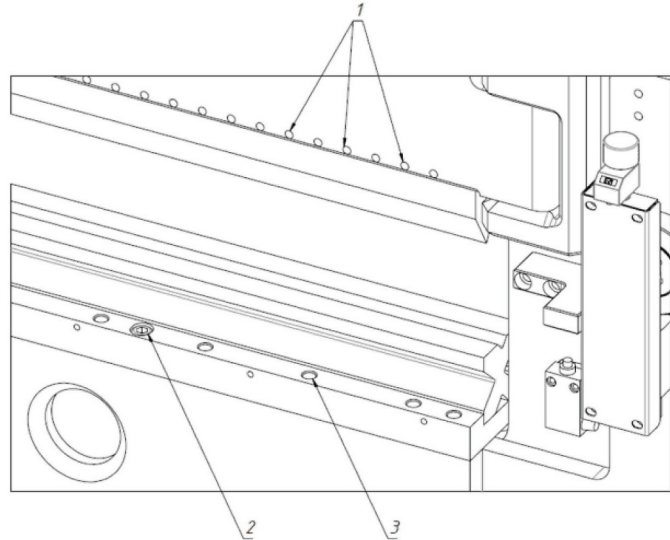

Fig. 20 : Remplacement des matrices et des poinçons
Étape 2 : Placez la poignée du poinçon dans le siège de la poutre supérieure de la presse et la matrice dans le canal de la poutre inférieure. Fixez ces deux pièces à l'aide de vis (Fig.20).
Étape 11 : Si, après le pliage, on constate que la feuille présente des angles différents sur sa longueur, la table doit être ajustée et la matrice doit être réglée parallèlement au poinçon. Pour ce faire, il faut desserrer les vis de fixation (Fig. 20, point 2) et ajuster les vis de positionnement (Fig. 20, point 3). Après avoir réglé le parallélisme, les vis de fixation (Fig. 20, Pos. 2) sont resserrées et un nouvel essai de flexion est effectué. Si les résultats ne sont pas satisfaisants, répéter l'étape 11.